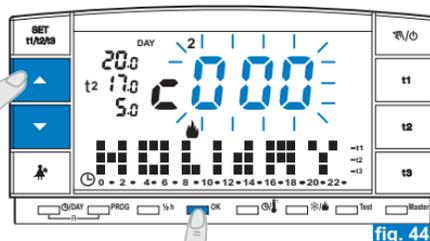

fig. 44
- Établir « en termes d'heures » la période d'absence (par ex. : **168** Heures = 7j) et la configurer en appuyant sur les touches **▲ ▼** (fig. 44).